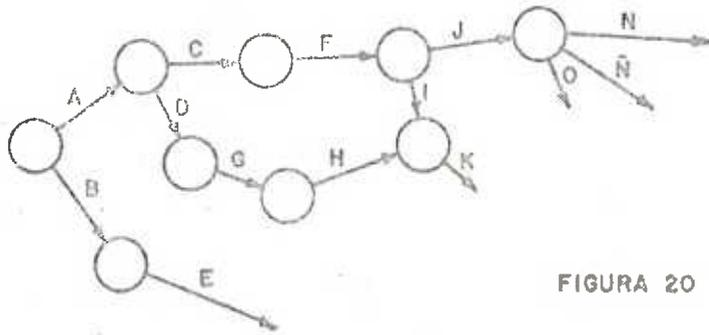

FIGURA 20
i) Reflejando la novena condición tendremos (figura 20):